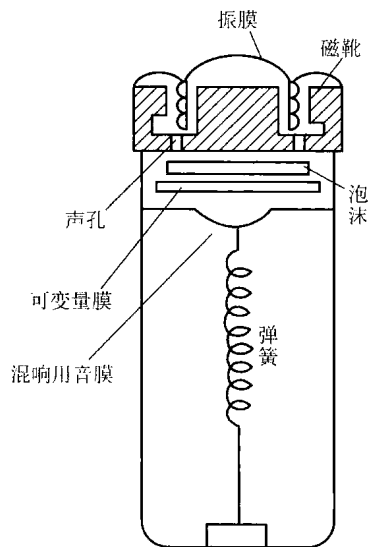

图 1-10 混响传声器的结构
(2) 混响声大小可变型弹簧混响传声器如图 1-10 所示。